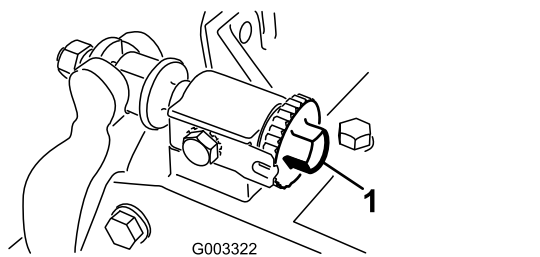

图 12
- 逆时针旋转底刀架调节螺丝确保底刀架不与滚刀接触 图 12。